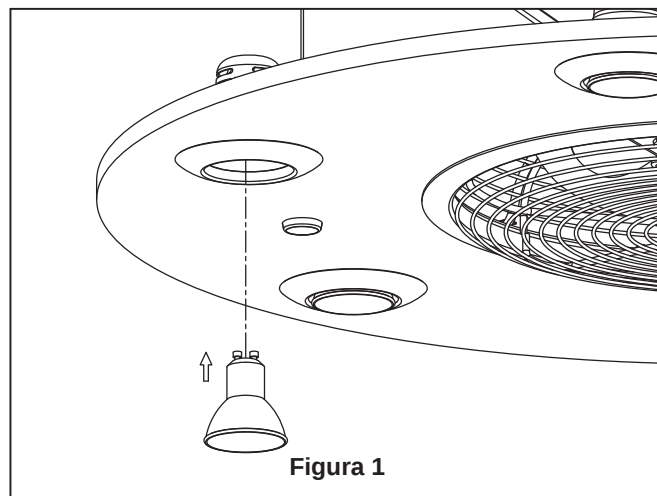

Figura 1
2. Retire la(s) bombilla(s) quemada(s). Presionando la bombilla levemente hacia arriba, gire en sentido contrario a las agujas del reloj y tire de la bombilla. (Figura 1).